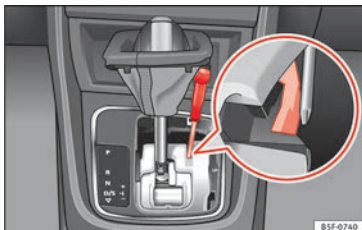

Bild 55 Väljarspaken: manuell frigöring från läge P.
- Håll ner den gula frigöringsfliken sidledes med hjälp av en skruvmejsel **bild 55**.